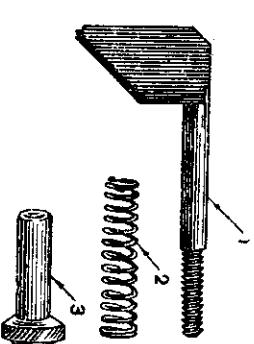

Рис. 10. Экстрактор.
16. Экстрактор с движком и пружиной (рис. 10) служит для удаления из патронника патрона, давшего осечку, или оставшейся в нем стрейлиной гильзы. Стержень экстрактора и движок имеют нарезку для совместного свинчивания.